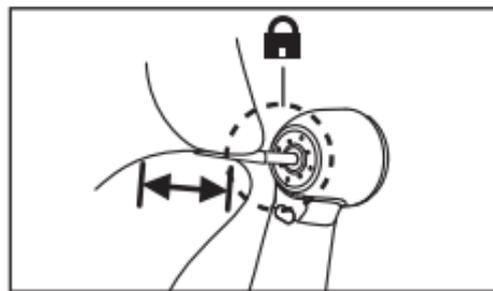

Fig. 7
- 4 Veillez à ne pas retirer la fraise en tirant et en poussant doucement la fraise sans appuyer sur le bouton-poussoir (Fig. 7).